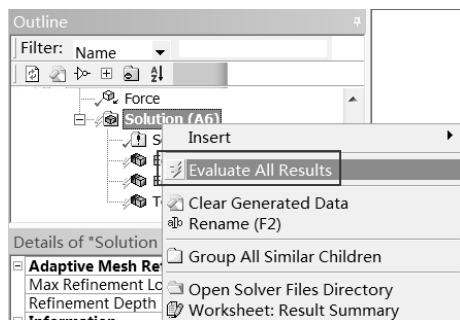

图 4-52 快捷菜单
Step5：在 Outlines（分析树）中的 Solution（A6）选项上单击鼠标右键，在弹出的快捷菜单中选择 Evaluate All Results 命令，如图 4-52 所示。